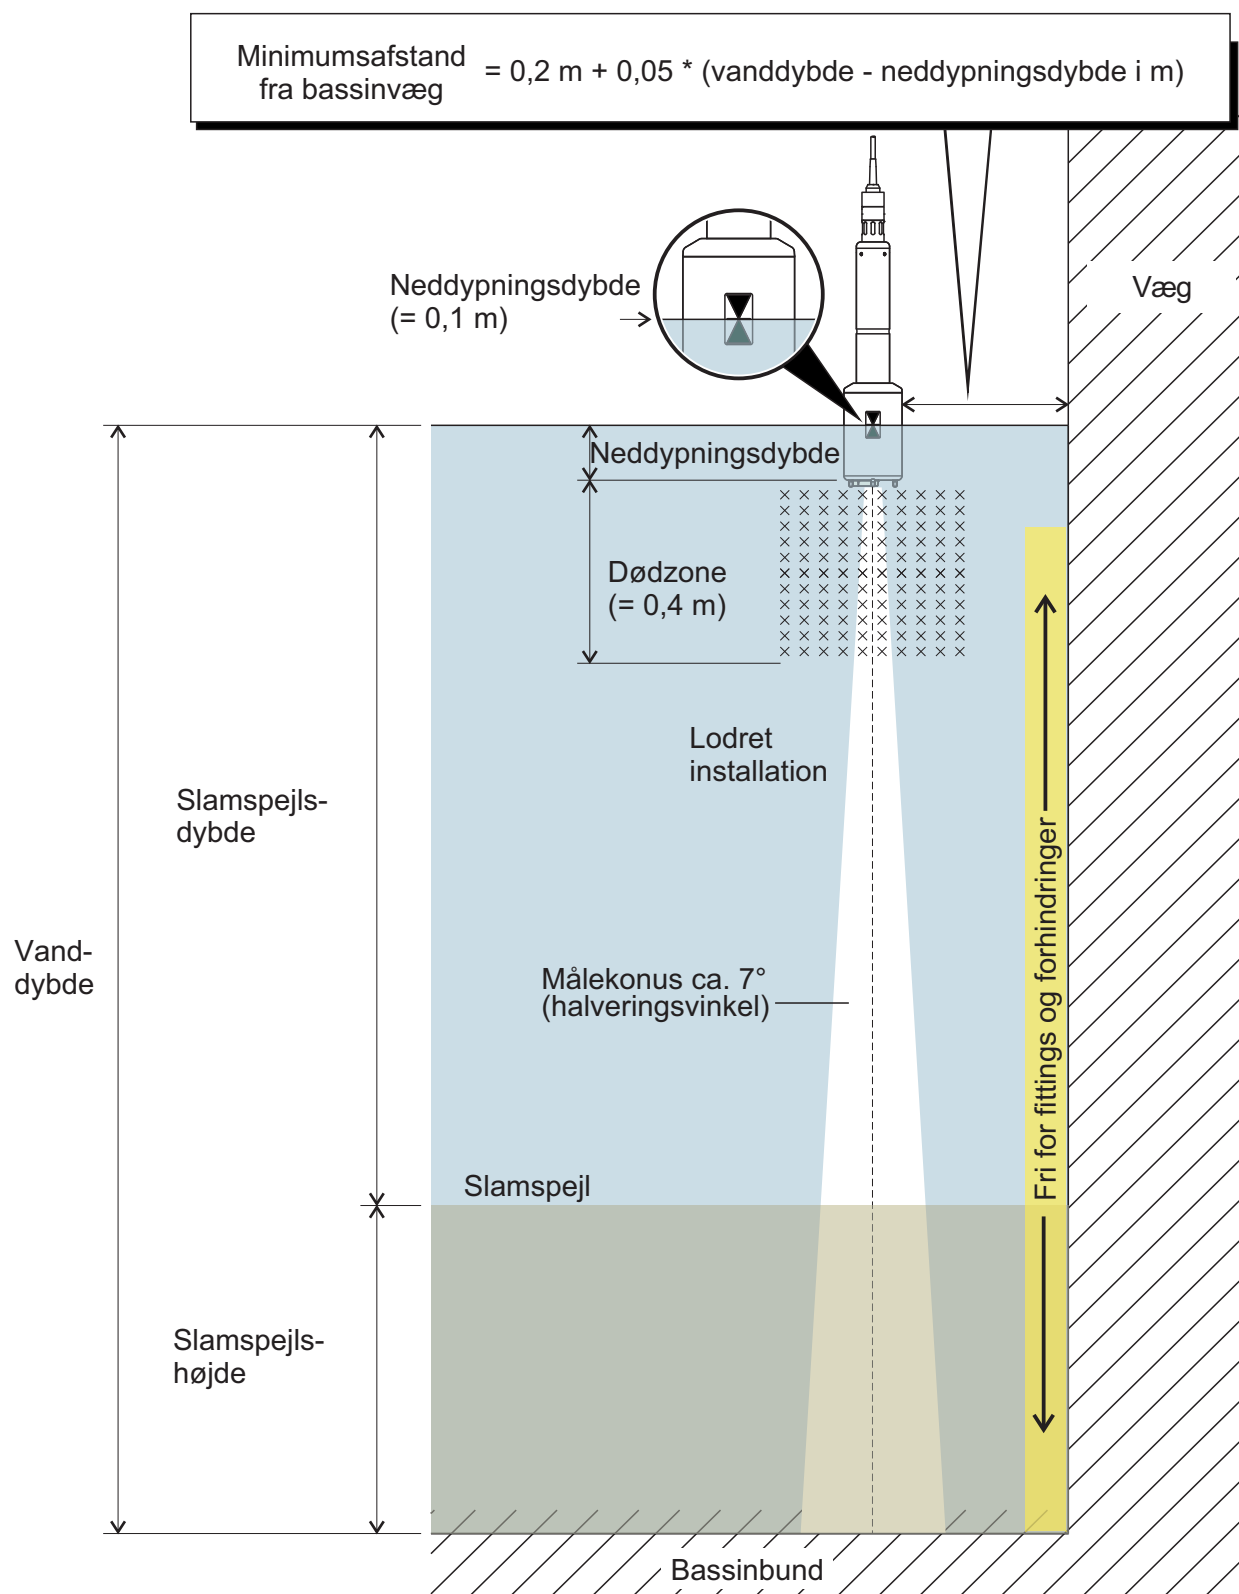

Fig. 3-1 De ideelle installationsomgivelser
- Tilstrækkelig afstand fra bassinvæggen (minimumsafstand, se formelen i Fig. 3-1).